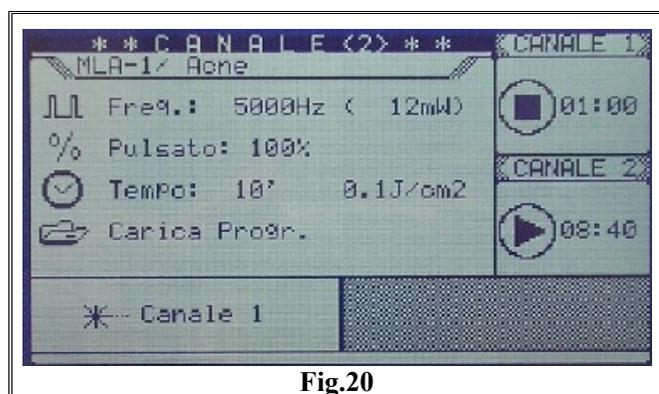

Fig.20
Nella (Fig.20), ad esempio, è indicato che il canale 1 non è attivo mentre il canale 2 esegue un programma. La dicitura in alto a sinistra Canale <2>, indica che il programma visualizzato è relativo appunto al canale 2.
- viene premuto il tasto STOP:** il ciclo di emissione viene messo in Pausa (Fig.20)